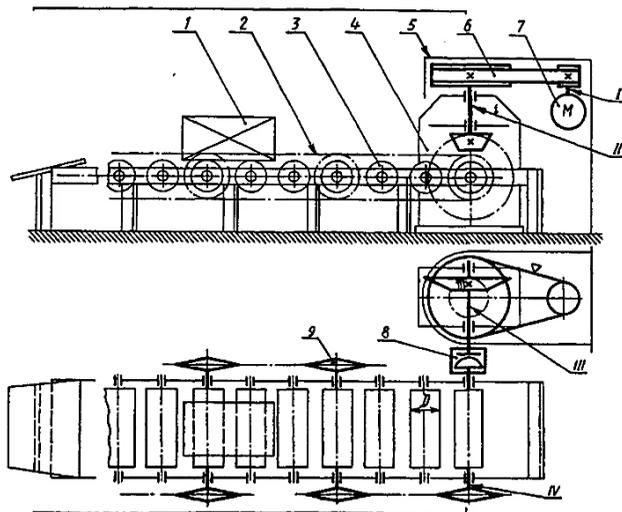

Рис. 1. Кинематическая схема привода к роликовому конвейеру:
Рис. 1. Кинематическая схема привода к тарельчатому питателю для формовочной земли: 1 – коническая зубчатая передача; 2 – упругая муфта со звездочкой; 3 – двигатель; 4 – червячный редуктор; 5 – диск питателя; 6 – загрузочный бункер; I, II, III, IV – валы двигателя, быстроходный и тихоходный редуктора, рабочей машины
3. Исходные данные для проектирования (табл. 1, рис. 1).
Рис. 1. Кинематическая схема привода пластинчатого двухпоточного конвейера: 1 - двигатель; 2 - упругая муфта со звездочкой; 3 - цилиндрический редуктор; 4 - коническая зубчатая передача; 5 - ведущие звездочки конвейера; 6 - тяговая цепь; I, II, III, IV - валы двигателя, быстроходный и тихоходный редуктора, рабочей машины